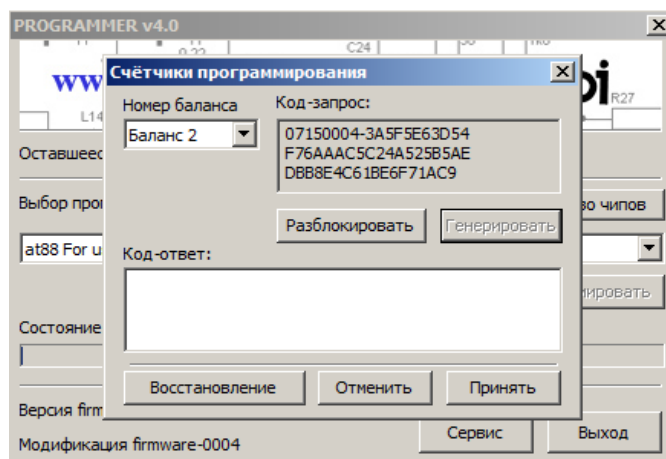

Рис. 3
7 После нажатия кнопки «ОК» в строке «Состояние» побежит строчка загрузки Firmware (индикатор загрузки) (рис. 3) Рис. 3
3. После нажатия кнопки «ОК» в окне «Код-запрос» появится код, который нужно будет отправить Дилеру его можно выделить и скопировать в буфер обмена отправив Дилеру посредством e-mail или ICQ, либо любым другим способом. (рис. 3)